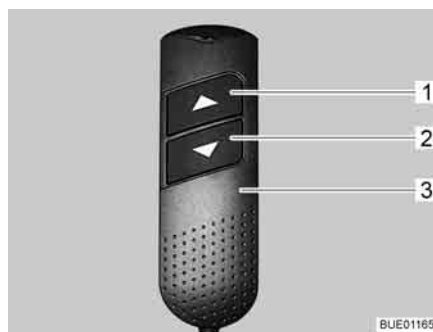

Fig. 75 Elemento di regolazione
- Sull'elemento di regolazione (Fig. 75,3) premere contemporaneamente i due tasti freccia (Fig. 75,1 e 2) e tenerli premuti fino a quando il letto basculante non si è spostato completamente verso il basso. Una volta rilasciati i tasti viene emesso un segnale acustico di conferma.
- Sull'elemento di regolazione (Fig. 75,3) premere il tasto freccia inferiore (Fig. 75,2) e tenerlo premuto fino a quando il letto basculante non ha raggiunto la posizione finale in basso.
- Sull'elemento di regolazione (Fig. 75,3) premere il tasto freccia superiore (Fig. 75,1) e tenerlo premuto fino a quando il letto basculante non ha raggiunto la posizione finale in alto.
- Portare leggermente il letto basculante con i tasti freccia (Fig. 75,1 o 2) nella direzione opposta.